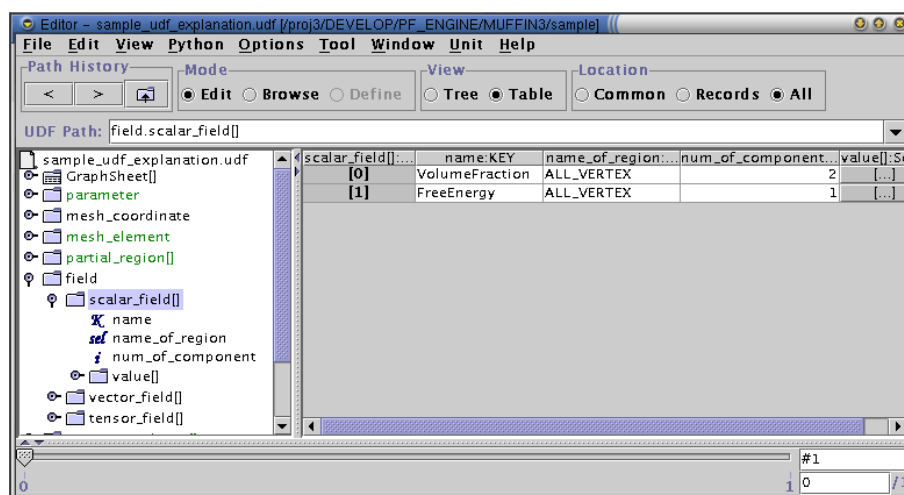

図 3.13: スカラー場データ - 場の名前・領域名 - (UDF 解説)
- name : ... スカラー場の名前。 図 3.13 参照。